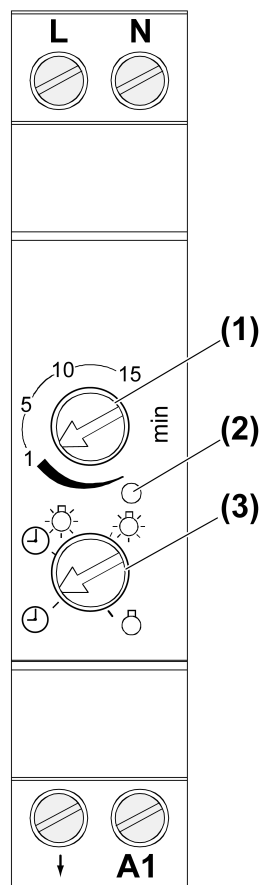

рисунок 1: Автомат REG
- Настройте период последствия. Поверните регулятор (1) (см. рисунок 1).
- Настройте режим работы. Поверните регулятор (3) (см. рисунок 1).